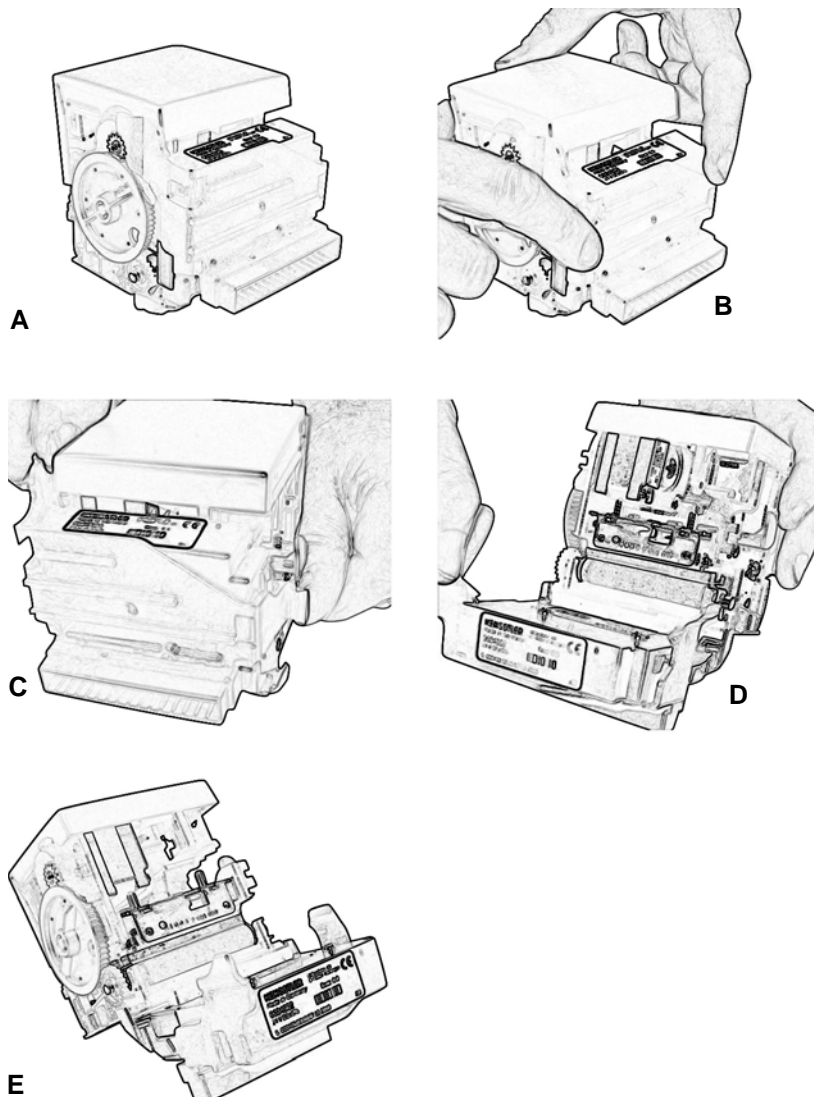

Abb. 9-13 Drucker öffnen
4. Haltenasen rechts und links zur Außenseite drücken [Abb. 9-13 C]
5. Drucker aufklappen [Abb. 9-13 D]
6. Sollten Schnittreste oder Fremdkörper zu sehen sein, bitte mit Pinsel oder Druckluft entfernen [Abb. 9-13 E]